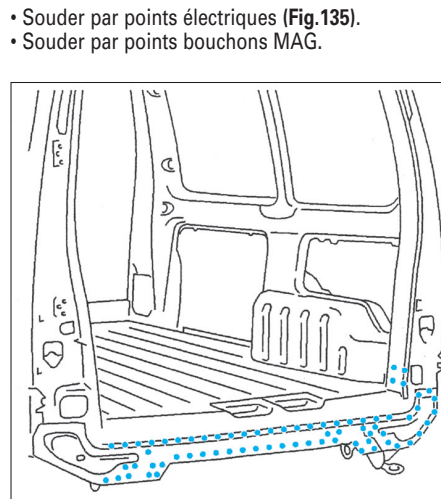

FIG. 135
- Souder par points électriques (Fig.135).